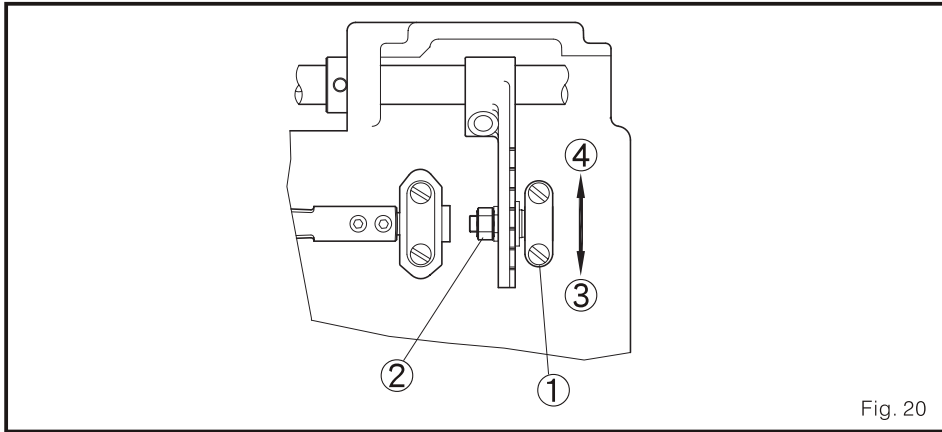

Fig. 20
2. Solte a porca 2 da barra conector 1 (Fig. 20)